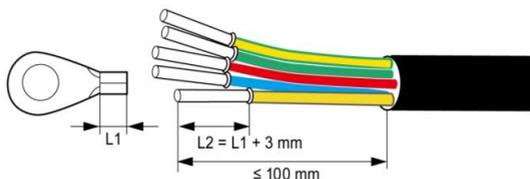

Fig 5.8 Terminale del cavo a crimpare
(1) Collegare i quattro fili della rete elettrica pubblica trifase L1, L2, L3 e N all'interfaccia del connettore CA secondo la Tabella 5-1, e collegare il filo di terra al punto di messa a terra all'esterno del telaio, assicurandosi che i conduttori siano crimpati saldamente senza parti nude, come mostrato nella Fig. 5.8;